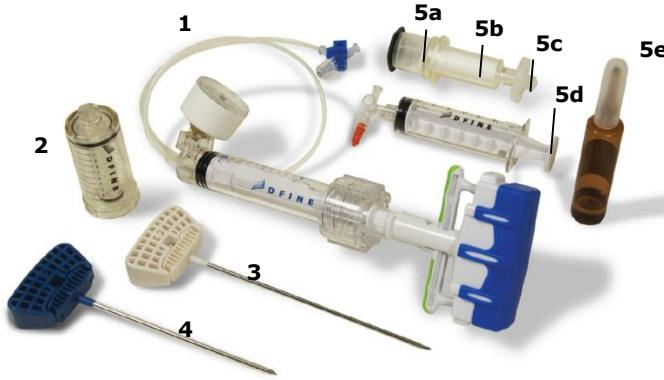

Figura 1. Sistema de verteboplastia StabiliT VP
El sistema de verteboplastia StabiliT VP es un sistema para el suministro controlado del cemento óseo StabiliT para el tratamiento de las fracturas por compresión vertebral. El sistema de verteboplastia StabiliT VP consta de cinco (5) componentes (Figura 1).